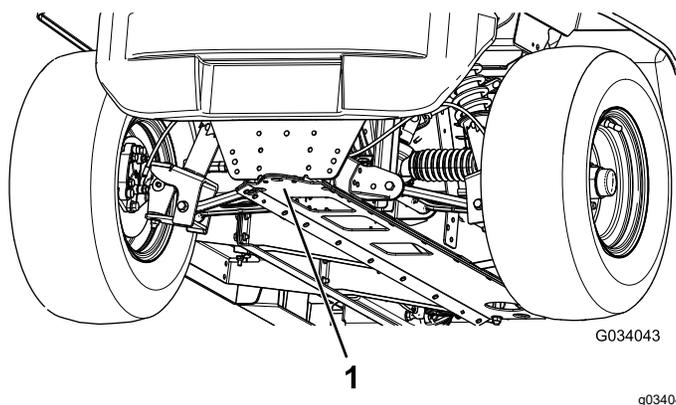

図 21
- 車両前部のジャッキアップポイントは、牽引トングの後ろのフレーム前部です 図 21。